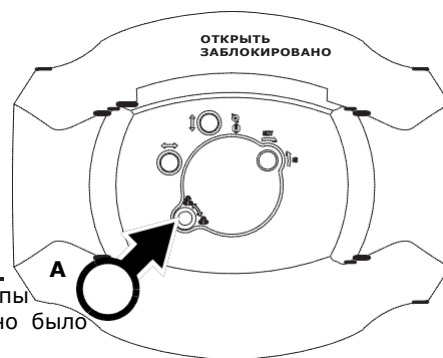

Рисунок 8: Доступ к лампе
4. См. Рисунок 8. Ослабить винт крышки А под звездообразный ключ 20 и открыть крышку.